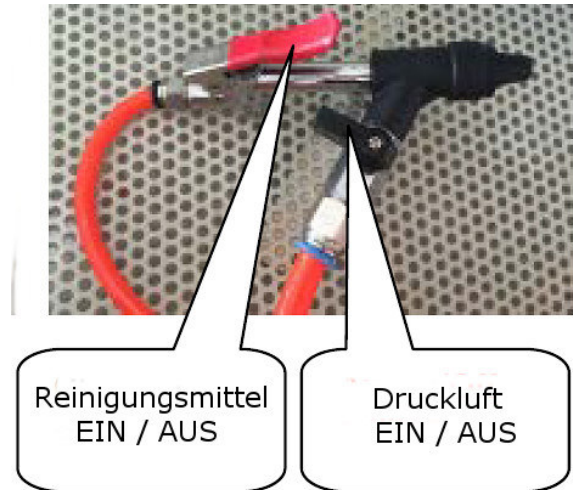

Abb. 8: Reinigung mit der Waschpistole
Schritt 4: Legen Sie das zu reinigende Bauteil in das Teilwaschgerät und schließen Sie die Tür. Benutzen Sie die Waschpistole (Abb. 8) um das Bauteil zu Reinigen. Um mit Lösungsmittel zu reinigen betätigen Sie den roten Hebel. Um mit Druckluft zu reinigen bzw. abzublasen betätigen Sie den schwarzen Hebel.